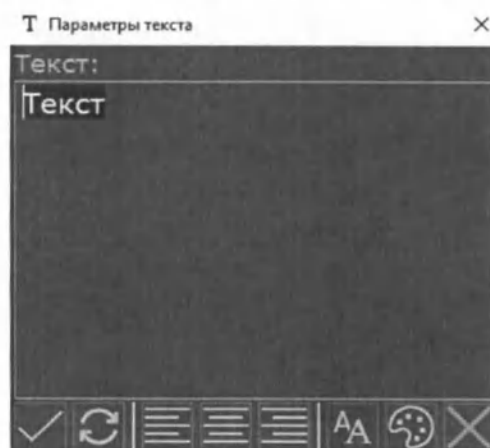

Рис. 109 Окно "Параметры текста"
- Откроется окно «Параметры текста» (Рис. 109 Окно "Параметры текста"). В поле «Текст:» отображается текущий текст;